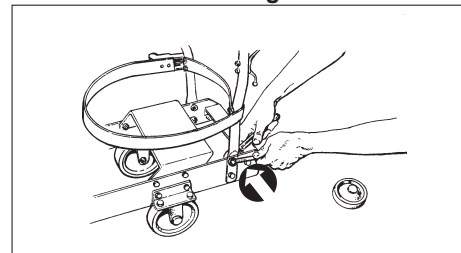

Abbildung 7
5. Montieren Sie die Handgriffbaugruppe mit Hilfe der vier mitgelieferten 5/16-18 Stellschrauben und Nyloc-Muttern am Wagenrahmen und stecken Sie das Stromkabel des Motors ein (siehe Abbildung 7). Ziehen Sie die Schrauben und Muttern zur Montage der Kippräder fest und befestigen Sie das Stützgestell der Saugereinheit gemäß den Anweisungen in Abbildung 7.